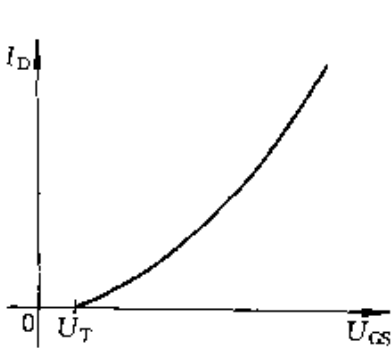
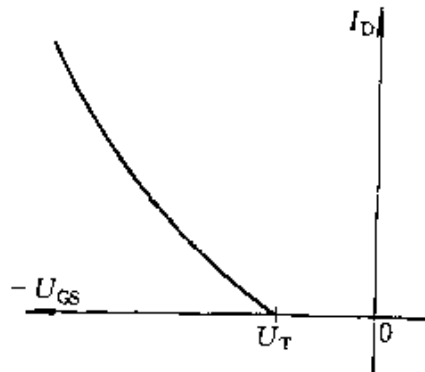

图 2-232
图 2-233
③ 开启电压 U_T 是指增强型绝缘栅场效应管中,使漏源间刚导通时的栅极电压。图 2-232 所示为 N 沟道管的 $U_{GS}-I_D$ 曲线,可明确看出 U_T 的意义。图 2-233 所示为 P 沟道管的 $U_{GS}-I_D$ 曲线。